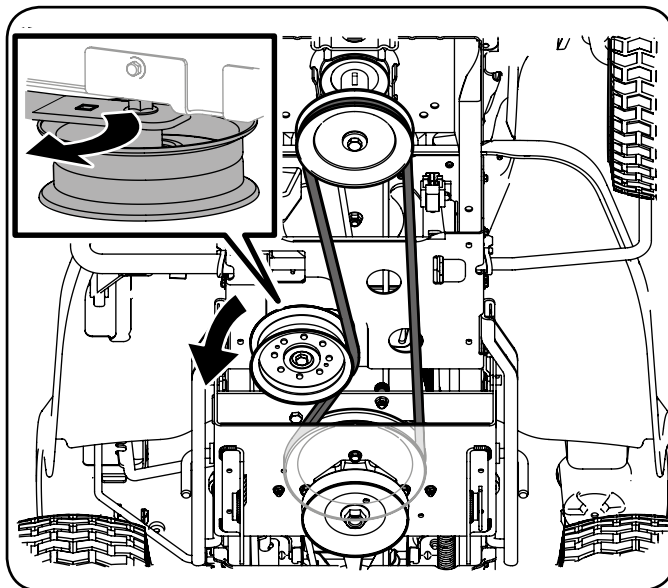

Рисунок 3-10
10. Заведите ремень узла несущей платформы за шкив двигателя (или муфту электрической системы управления режущим механизмом на моделях с такой системой), как показано на рис. 3-10.